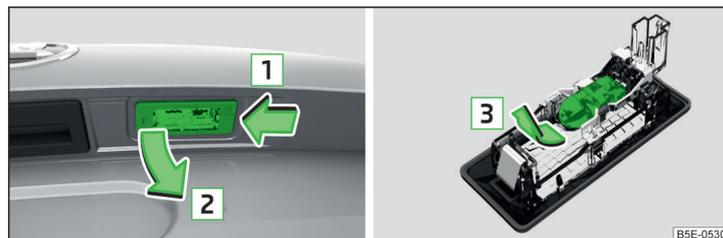

Abb. 242 Kennzeichenleuchte ausbauen / Glühlampe wechseln
- › Die Leuchte in Pfeilrichtung **1** » Abb. 242 eindrücken.